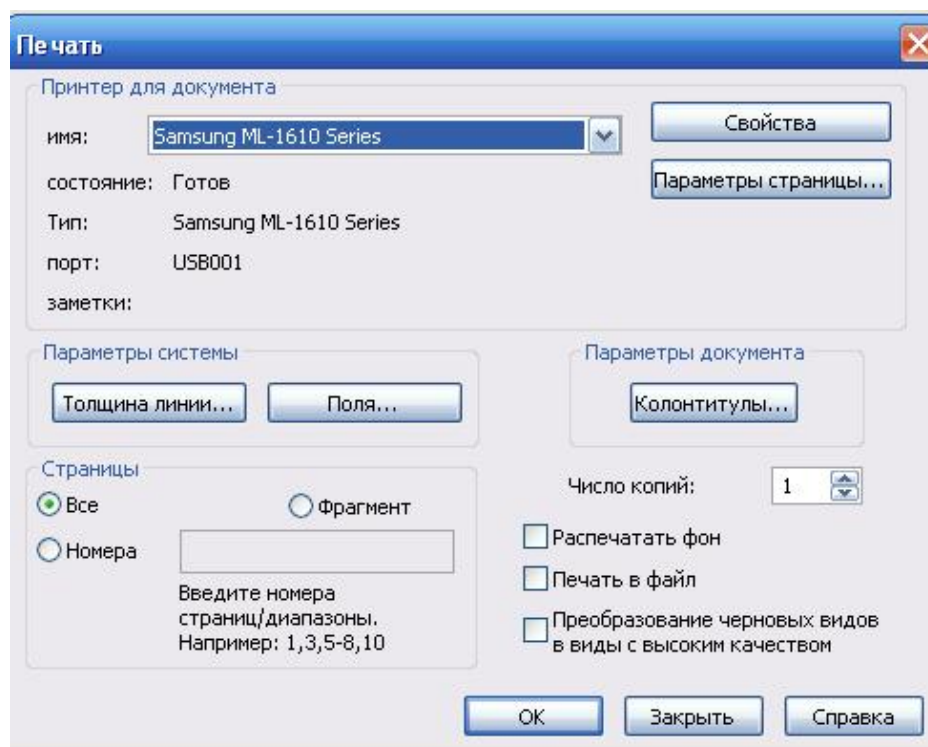

Рис. 30
1. Выберите в меню: **Файл, Печать**. Появится диалоговое окно **Печать** (рис. 30).